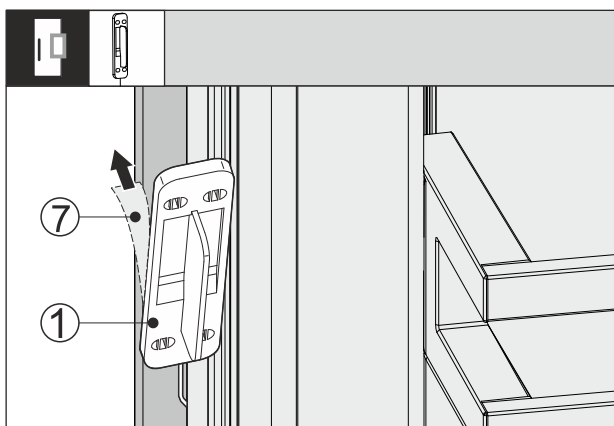

Fig. 65
- ▶ Свалете защитното фолио Fig. 65 (7) от задната страна на датчика за почукване Fig. 65 (1).